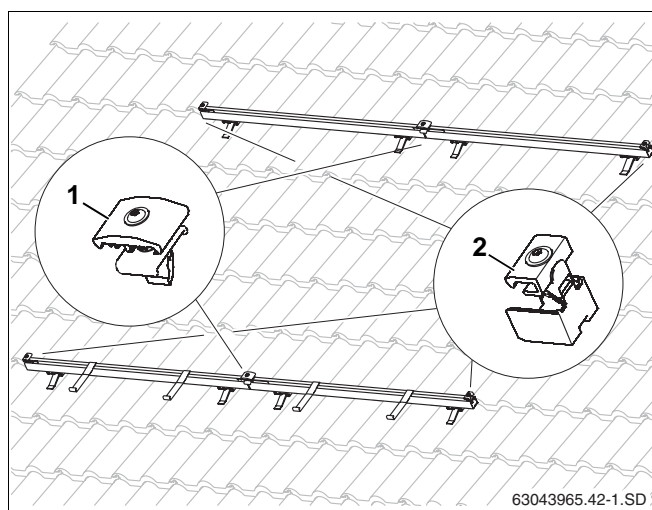

Bild 40 Fästelement för solpanelen
Solpanelerna sätts fast på profilskenorna med den ensidiga panelklämman (bild 40, **pos. 2**) i början och slutet av en solpanelsrad och med den dubbel-sidiga panelklämman (bild 40, **pos. 1**) mellan solpanelerna.